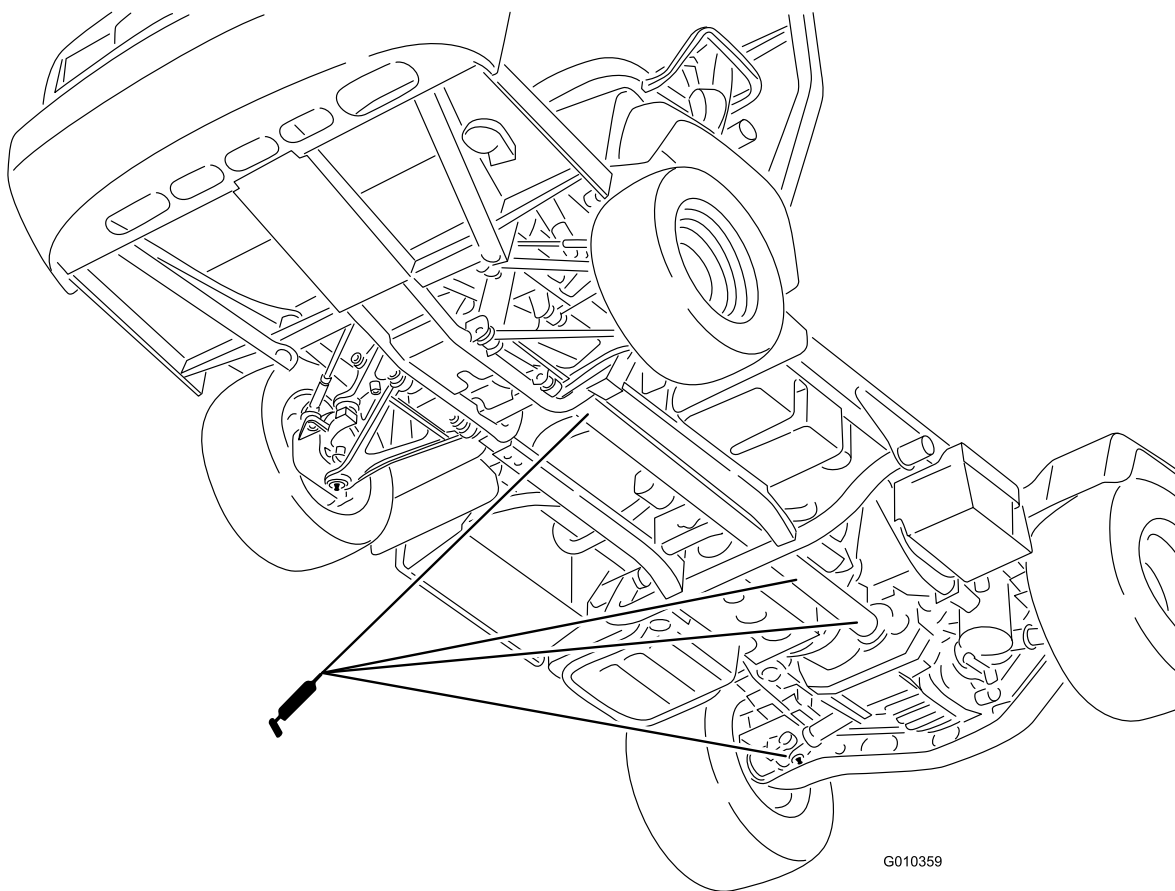

Figure 39
- Joint de cardan (18) et arbre de transmission aux 4 roues motrices (3) (Figure 39)